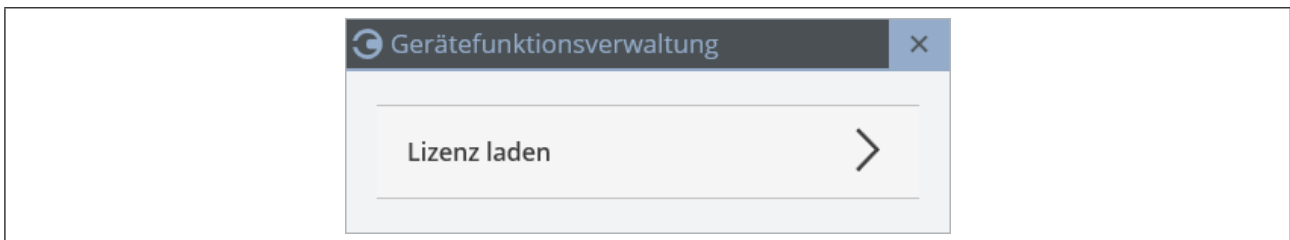

Fig. 33: Charger la licence
- **Charger la licence** (voir „Fig. 33: Charger la licence“)